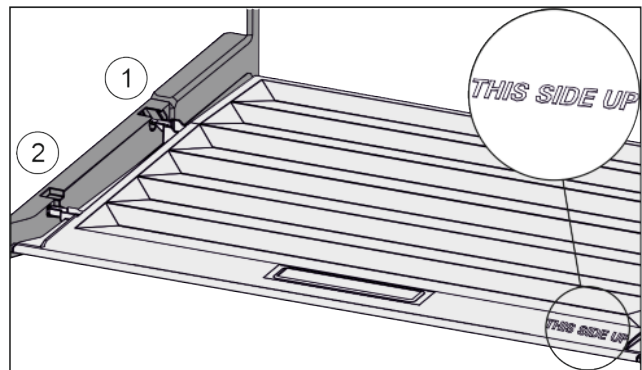

Fig. 34
- Deckelstege über Öffnung der hinteren Halterung Fig. 34 (1) einföhren und vorne in Halterung Fig. 34 (2) einrasten.